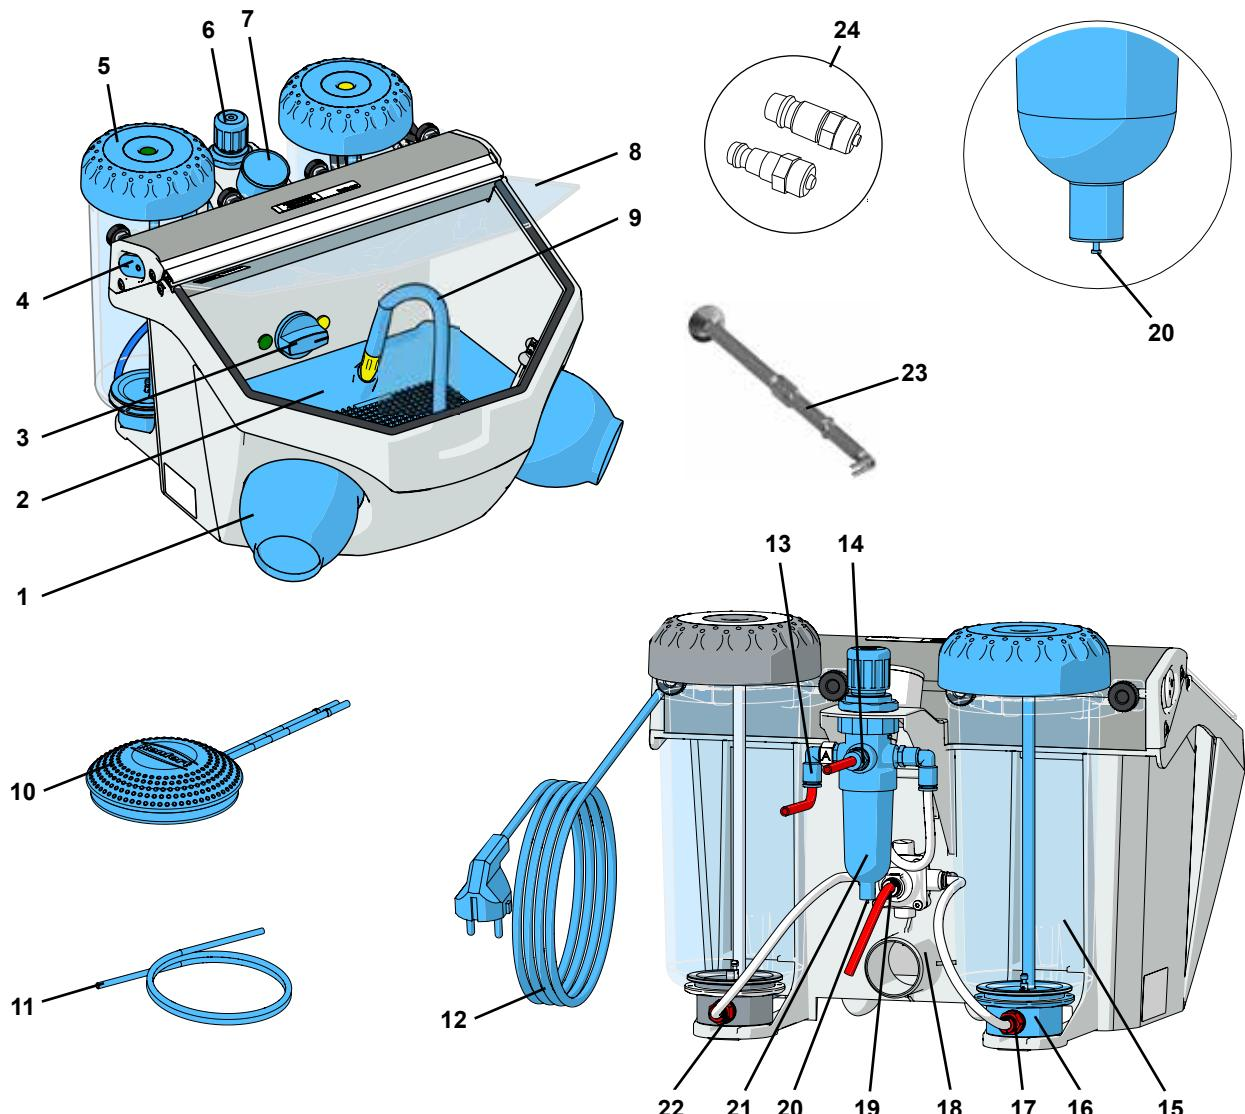

Fig. 1
- ⇒ Desenrolar o cabo eléctrico (12, Fig. 1).